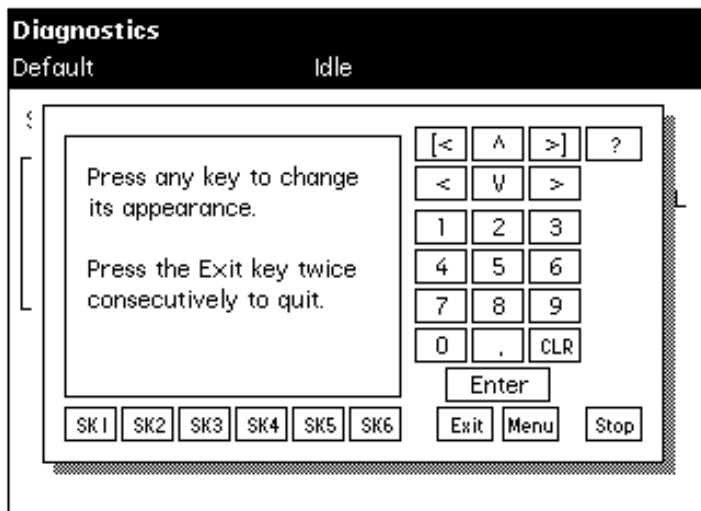

图 8-16 小键盘诊断屏幕
1. 选择 Other Diagnostics（其它诊断）屏幕中的 **Keypad（小键盘）**，然后按 **OK（确定）**。出现 Keypad（小键盘）诊断屏幕（图 8-16）。